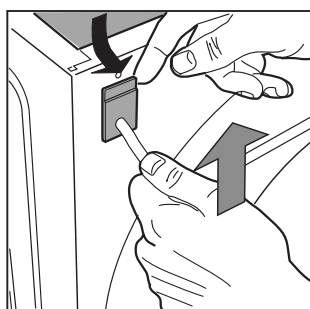

Fig. 5
- Allontana leggermente la parte superiore del passacavo dallo schienale, tira il cavo di alimentazione verso l'alto e quindi estrailo [fig. 5].